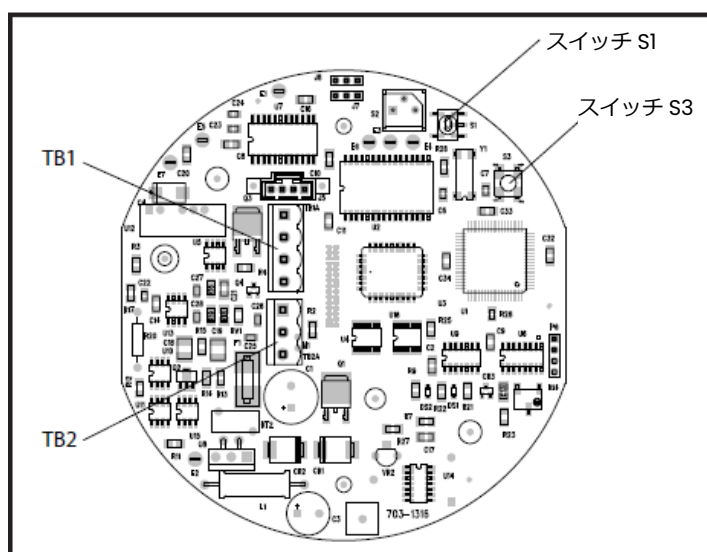

図 3-2 PCB #703-1139 上の校正スイッチ
3. 次ページの図 3-2 を参照して、以下の項目へアクセスします。
3. 前ページの図 3-2 を参考に、校正プッシュボタン（スイッチ S3）へアクセスします。この校正プッシュボタンを 20 秒間押し続けます。ボタンを押している間は、校正プッシュボタンの下にある緑のライトが消灯します。
2. 3-7 ページの図 3-2 を参考に、ゼロ/スパン選択スイッチ (スイッチ S1) へアクセスします。このゼロ/スパン選択スイッチ (スイッチ S1) を "1" ("ゼロ") の位置に設定します。
3. 3-7 ページの図 3-2 を参考に、校正プッシュボタン (スイッチ S3) へアクセスします。この校正プッシュボタンを 20 秒間押し続けます。ボタンを押している間は、校正プッシュボタンの下にある緑のライトが消灯します。
2. 3-7 ページの図 3-2 を参考に、ゼロ/スパン選択スイッチ (スイッチ S1) へアクセスします。このゼロ/スパン選択スイッチ (スイッチ S1) を "3" ("スパン") の位置に設定します。